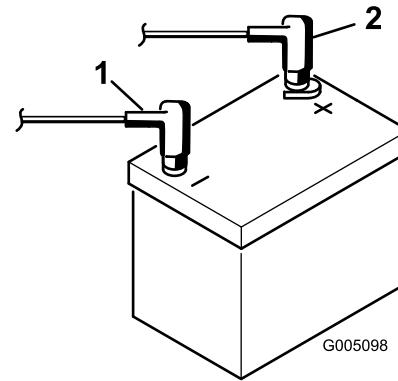

Figure 8
- Raccordez le câble positif (rouge) de la batterie à la borne positive (+) et le câble négatif (noir) à la borne négative (-) et fixez-les en place avec les vis et les écrous (Figure 8). Placez le capuchon protecteur sur la borne positive pour éviter les courts-circuits.